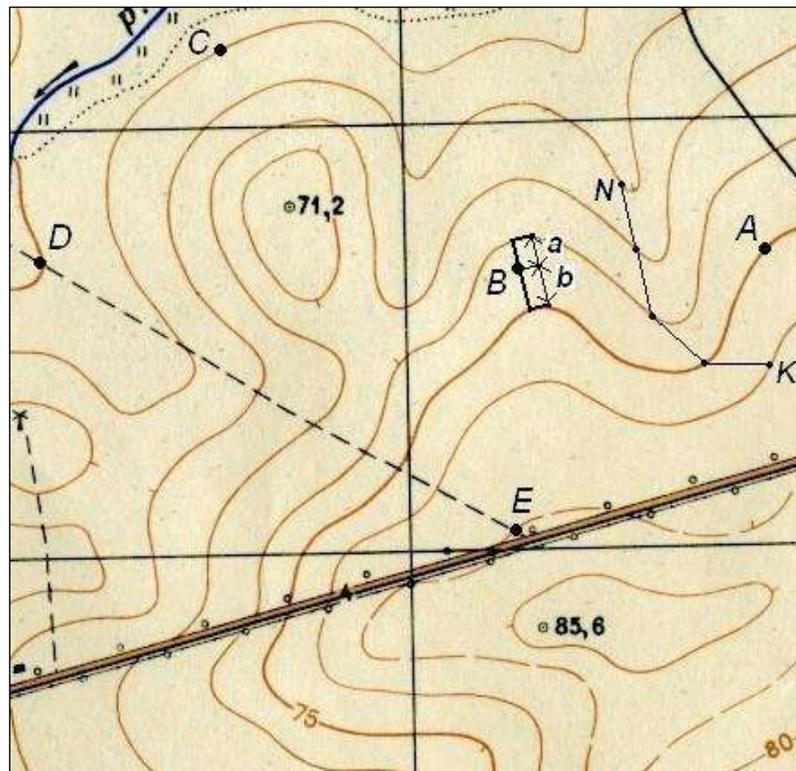

Рисунок 4.1. Определение отметок точек на карте с горизонталями
Под графиком линейного масштаба на карте подписано (см. рис. 4.1): сплошные горизонталы проведены через 5 метров, т.е. высота сечения рельефа  $h$  равна 5 м.
1. Точка лежит на горизонтали. В этом случае отметка точки равна отметке горизонтали (см. рис. 4.1):  $H_A = 75$  м;  $H_C = 55$  м.